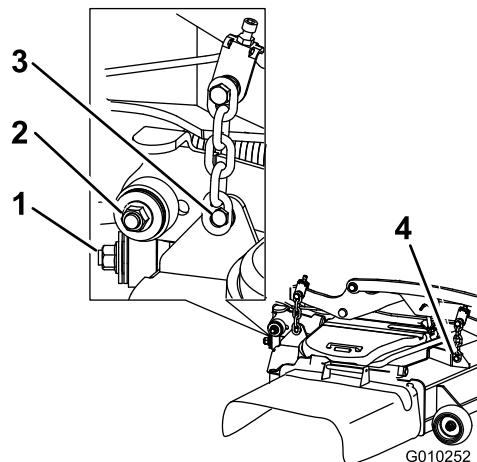

Figure 123
7. Enlevez et mettez de côté les fixations des deux côtés du tablier, comme montré à la Figure 123.